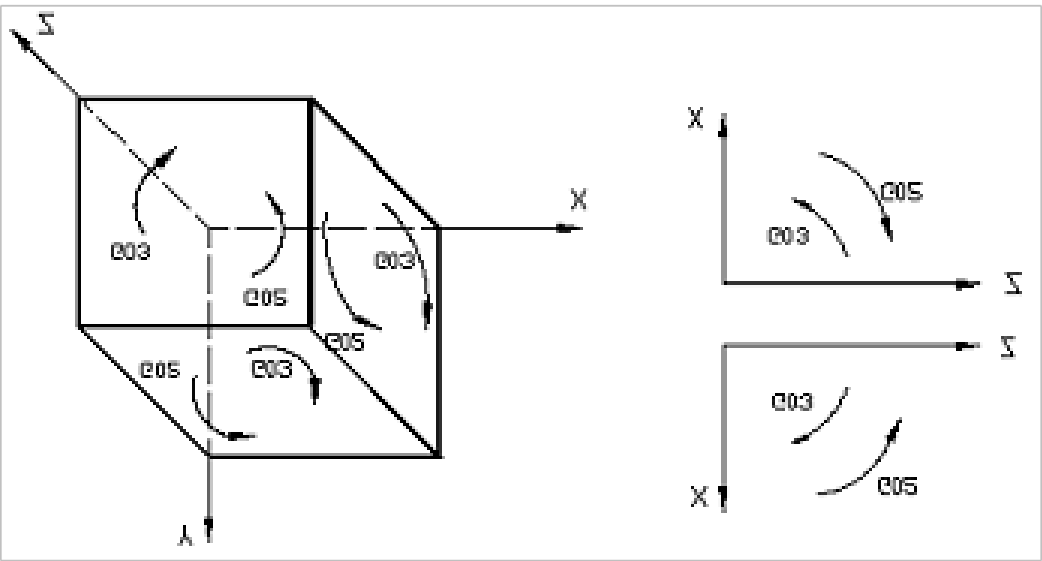

图3 圆弧的顺逆方向
①G02为顺时针圆弧插补指令，G03为逆时针圆弧插补指令。圆弧的顺、逆方向判断见图3左图，朝着与圆弧所在平面相垂直的坐标轴的负方向看，顺时针为G02，逆时针为G03，图3右图分别表示了车床前置刀架和后置刀架对圆弧顺与逆方向的判断；